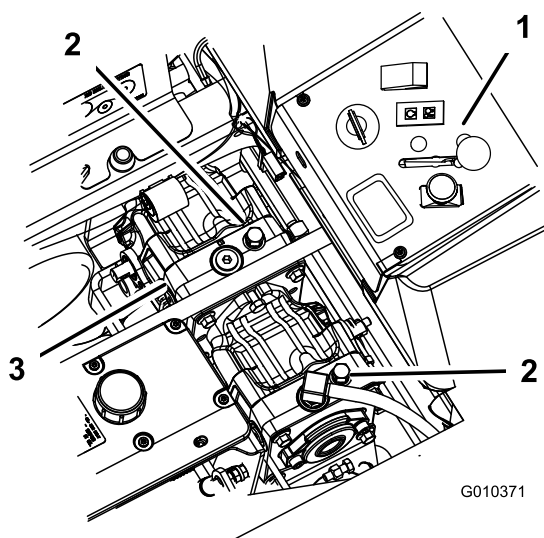

Figura 38
3. Ruotate le valvole di bypass in senso antiorario di 1 giro per spingere (Figura 38).
Girate le valvole di bypass di un giro in senso orario per azionare la macchina (Figura 38).